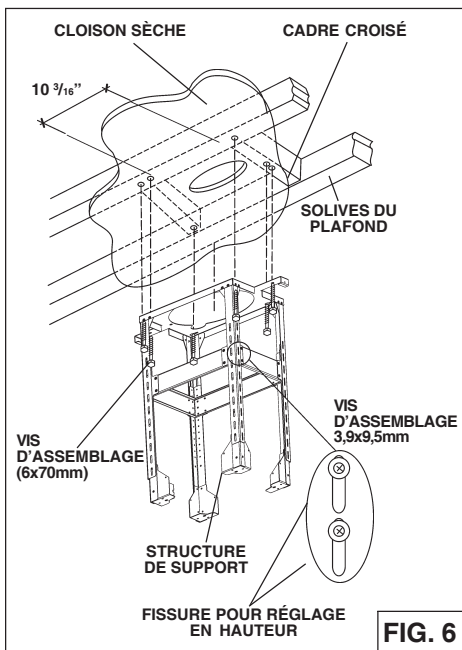

FIG. 6
3. Réglez la hauteur totale de la structure de support en utilisant le tableau ci-dessous. Desserrez et resserrez les 4 vis dans les **fissures permettant de régler la hauteur** selon ce qui est nécessaire. Installez 12 vis (3.9x9.5mm) qui se trouvent à l'intérieur du sachet accessoires (Fig.6) assurez-vous que cette une 4" min. chevauchement entre la partie supérieure et des pattes de support inférieures